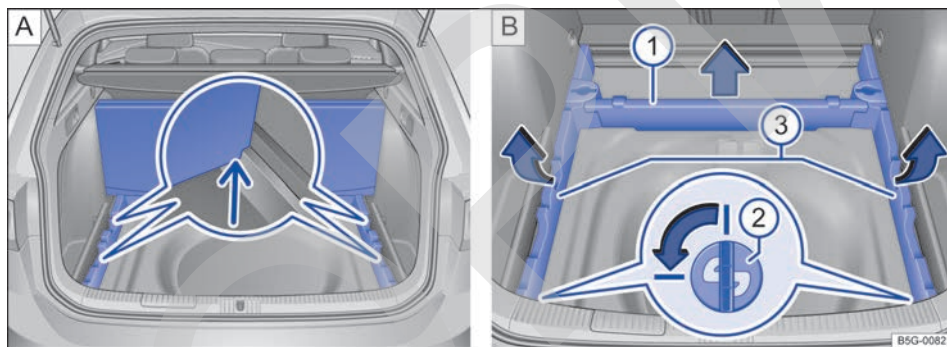

Fig. 108 En el maletero: **A** Piso del maletero en posición vertical. **B** Desmontar los soportes del piso del maletero.
- Encastre los bordes exteriores de la parte trasera del piso del maletero en los rebajes de los soportes ⇒ **fig. 108 A** (imagen ampliada, flecha).
- Extraiga el soporte delantero del piso del maletero ⇒ **fig. 108 B 1** hacia arriba, en el sentido de la flecha, y deposítelo fuera el maletero.
- Para desbloquearlos, gire los dos soportes insertables ⇒ **fig. 108 B 2** (imagen ampliada) un cuarto de vuelta (90°) en el sentido de la flecha y extráigalos hacia arriba.
- Levante los dos soportes laterales ⇒ **fig. 108 B 3** de la parte trasera en el sentido de las flechas y extráigalos de los alojamientos delanteros tirando hacia atrás.
- Guarde de forma segura los soportes ⇒ **fig. 108 B 1, 3** y los soportes insertables ⇒ **fig. 108 B 2** desmontados.